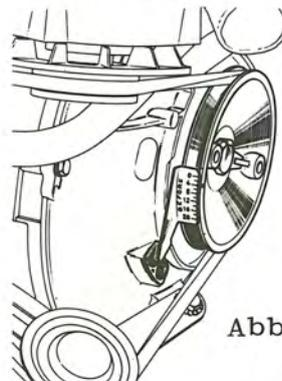

Abb. 1
- Makierte Riemenscheibe (siehe Abbildung 1)